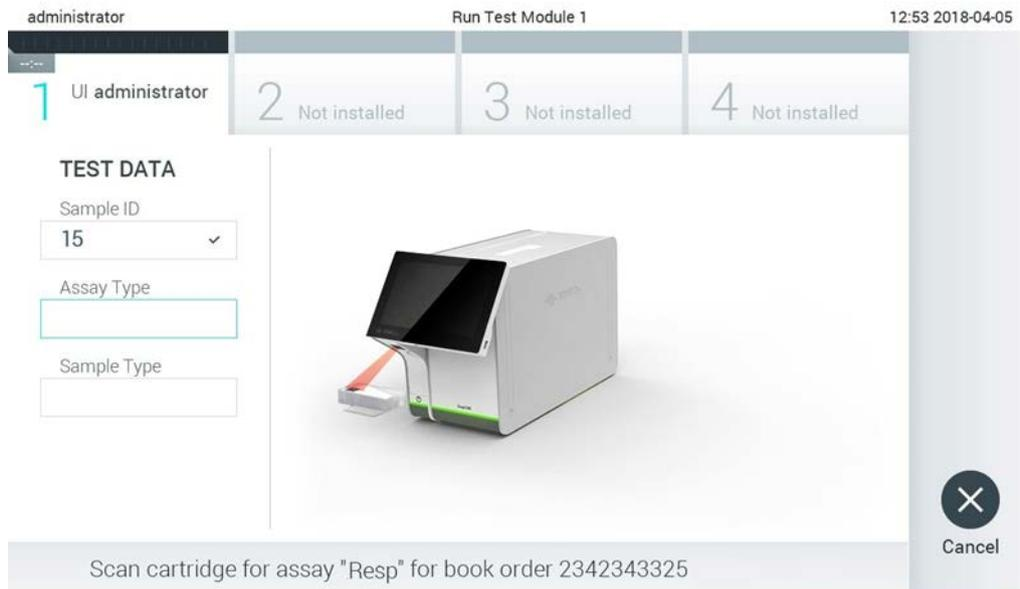

Figura 83. Escaneo del código de barras del cartucho de ensayo QIAstat-Dx.
4. Cuando la solicitud de prueba se ha recibido correctamente del host, se mostrará "Scan cartridge for assay <assay_name> and book order <order_number>" (Escanear cartucho para el ensayo <nombre_de_ensayo> y solicitud de reserva <número_de_solicitud>). Escanee el código de barras del cartucho de ensayo QIAstat-Dx específico (figura 83).